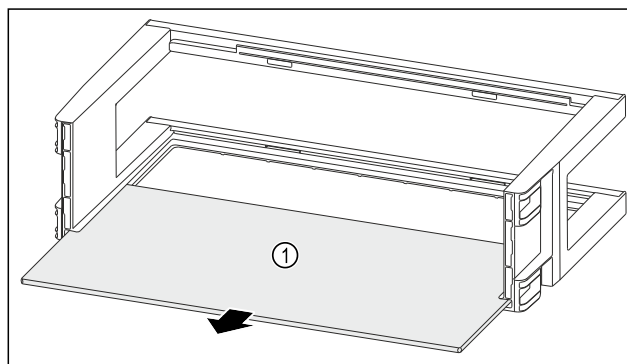

Fig. 91
- Odkládací plochu Fig. 91 (1) odeberte.